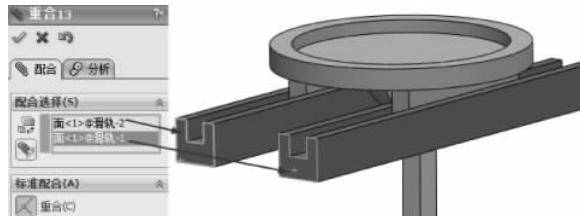

图 3-189 重合配合
(21) 选择【标准配合】选项组下的【重合】配合类型  ,在【要配合的实体】选择框  中选择如图 3-189 所示的面,其他保持默认,单击【确定】按钮  ,完成重合配合。